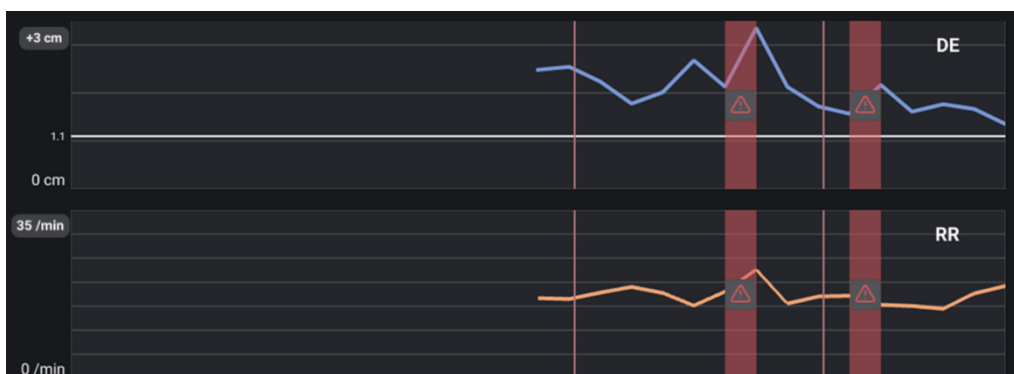

Figura 28. Mensajes de advertencia en la vista de gráfico de resultados.
- En la vista de gráfico de resultados, los valores medios de DE y FR afectados por el ruido en las mediciones se indican con un símbolo de advertencia (\triangle) en un campo rojo que resalta los datos en el minuto afectado (Figura 28).